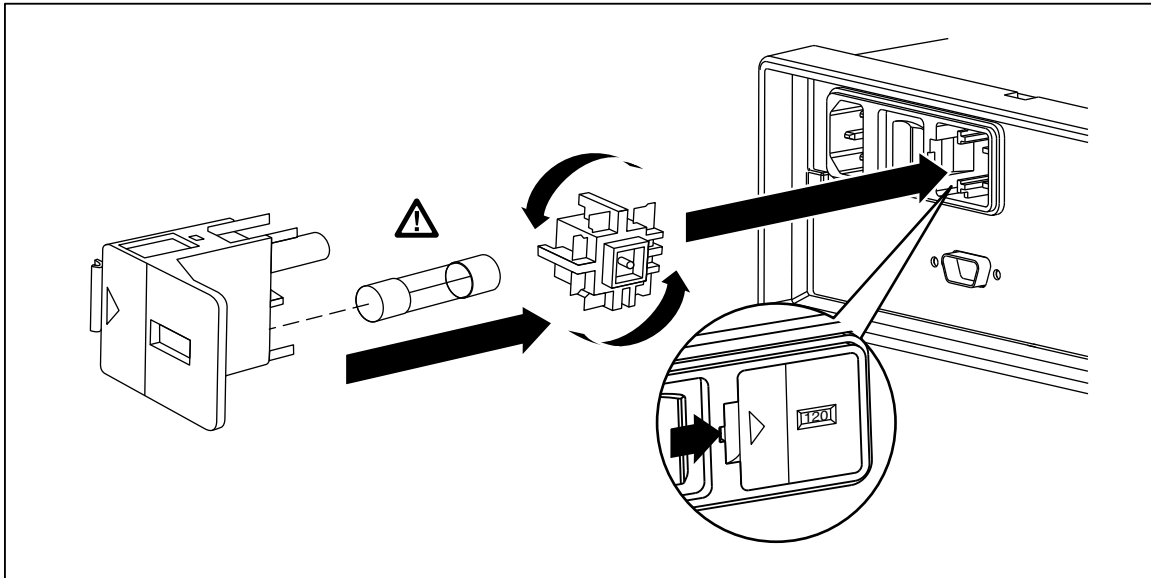

Figura 2-1. Reemplazo del fusible de potencia de línea
2. Inserte la hoja de un destornillador pequeño en la muesca angosta a la izquierda del portafusibles y apalanque hacia la derecha hasta quitar el portafusibles. Vea la figura 2-1.